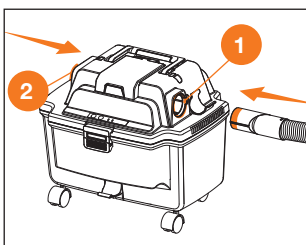

Рис. 12
- Вставьте шланг в необходимое отверстие (1 выдувание, 2 всасывание) и уложите его в ложемент (Рис. 12).